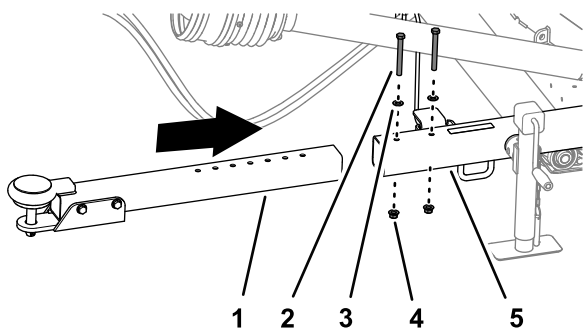

図 6
1. ヒッチチューブをレシーバチューブに固定しているフランジロックナット 2 個、キャップスクリュ 2 個、ワッシャ 2 枚を外す 図 6。